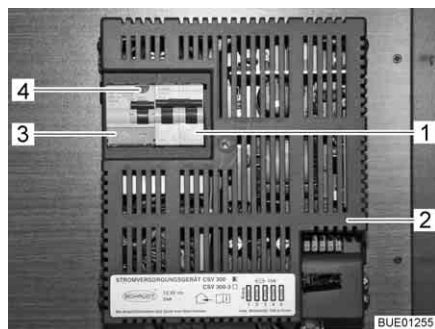

Bild 114 230 V-automatsäkring och FI-brytare (CSV 300)
En jordfelsbrytare (FI-brytare) (Bild 114,3) i strömaggreatet CSV 300 (Bild 114,2) skyddar hela fordonet mot läckström (0,03 A).
En senare inkopplad tvåpolig ledningskydds brytare (Bild 114,1) i strömaggreatet säkrar 230 V-nätet.
- När fordonet är anslutet till 230 V-försörjningen: Tryck på kontrollknappen (Bild 114,4). Jordfelsbrytaren (FI) måste lösa ut.